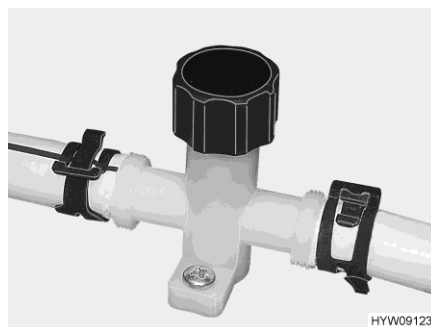
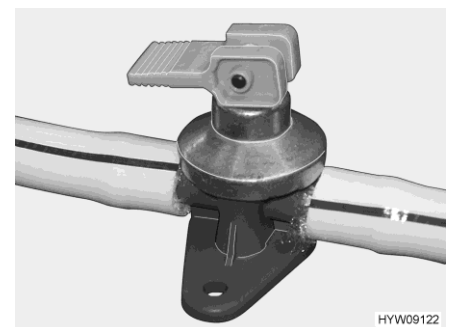

Bild 202 Ablasshahn (Wasserleitung)
Bild 203 Ablasshahn (Boiler Alde)
- Ablasshähne (Bild 202 und Bild 203) schließen. Dazu die Kappen im Uhrzeigersinn zudrehen bzw. den Kipphebel waagrecht stellen. Der Einbaort des Sicherheits-/Ablassventils und der Ablasshähne ist im Abschnitt 10.7 am Ende dieses Kapitels aufgelistet.